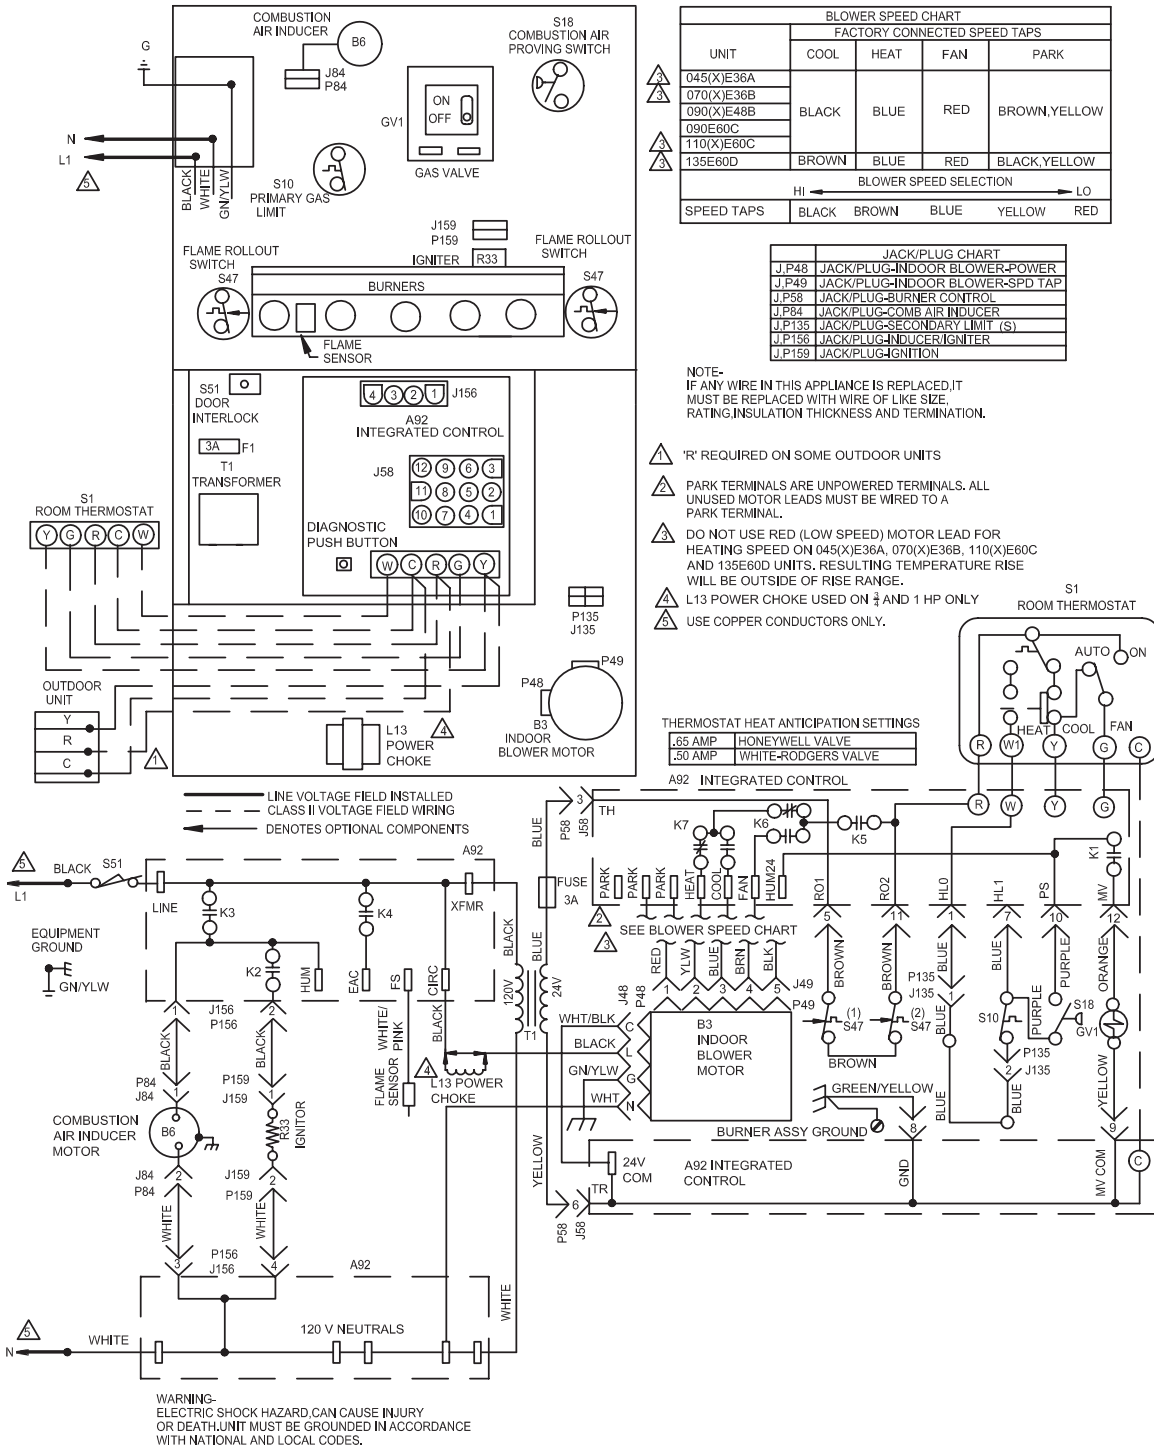

Figura 30
Consulte la Figura 30 para el diagrama esquemático de cableado, el cableado en el sitio y la identificación y corrección de problemas.
Complete las conexiones de cableado al equipo. Utilice el diagrama de cableado de la unidad y de cableado en el sitio mostrado en la Figura 30. Utilice alambre al menos de calibre 18 que sea adecuado para una clasificación de Clase II de las conexiones del termostato.
Instale el termostato del cuarto de acuerdo con las instrucciones incluidas con el termostato. Ver la Figura 30 para las designaciones del termostato. Si el calefactor se acopla a una bomba de calor, consulte las instrucciones de instalación FM21 o las instrucciones apropiadas del termostato de doble combustible.
**Secuencia de operación de calefacción (siga los pasos a continuación o consulte la Figura 30 para mayores detalles)**